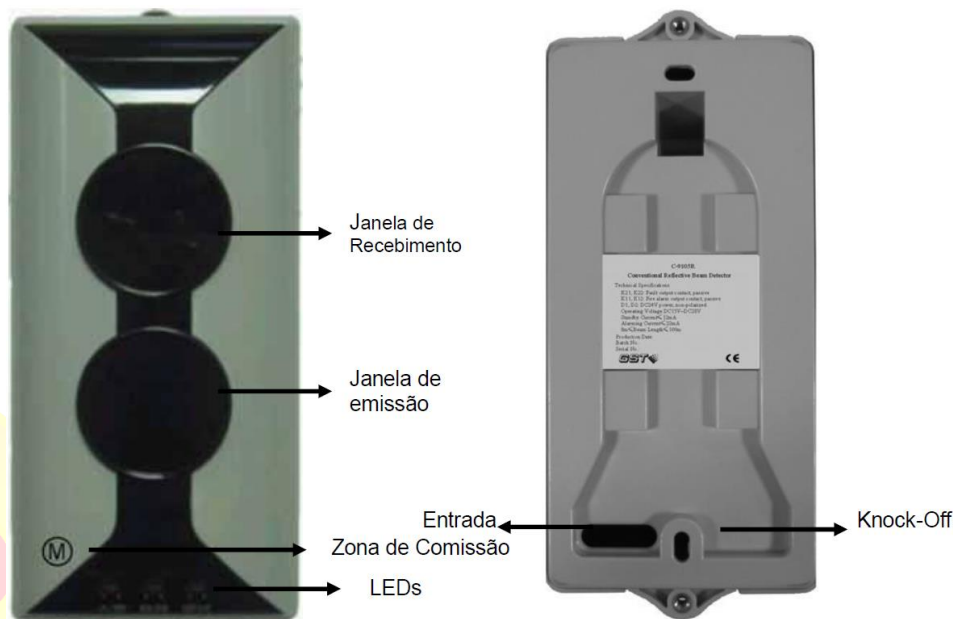

Fig. 1 Aparência
4.1. A aparência do detector é mostrada na Fig. 1.
Nota: Antes de instalar, retire o “Orifício Knock-off” (ver Fig. 1) na base do detector.